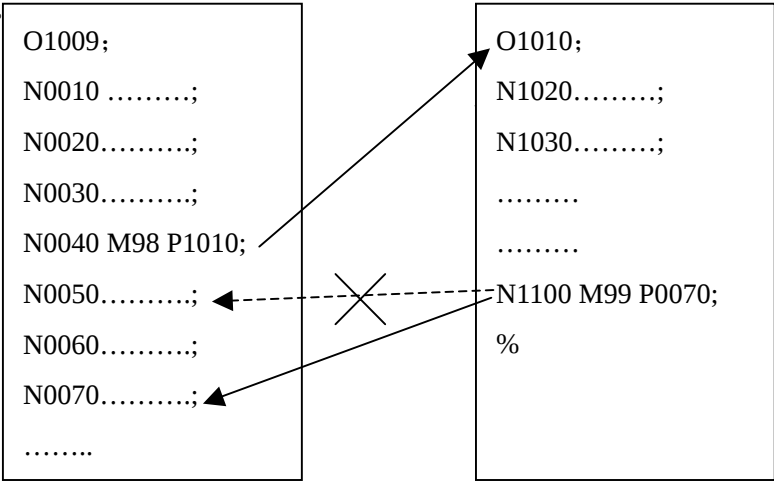
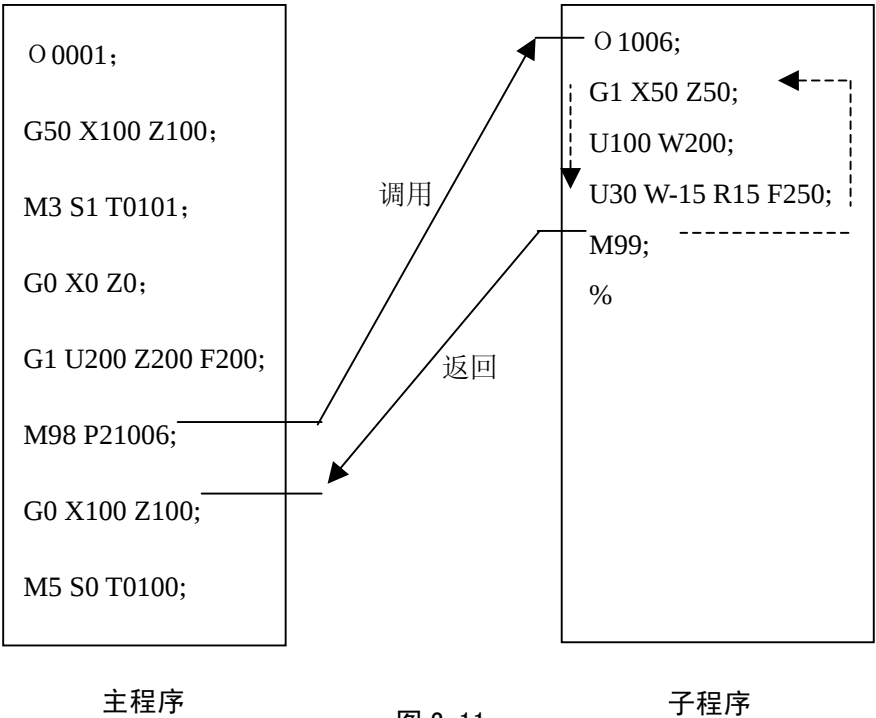

图 2-10
图 2-11
示例：图2-10表示了调用子程序（M99中有P指令字）的执行路径。图2-11表示M99中无P指令字调用及返回执行路径。
功能意义：刀具从当前位置以 F 指定的合成进给速度移动到 X (U)、Z (W) 指定的位置，轨迹为从当前点到指定点的连线。可通过操作面板的进给倍率按钮进行进给速度的 16 级修调。插补轨迹如图 2-11 所示。
- X (U)：X 向插补终点的绝对（相对）坐标；
- Z (W)：Z 向插补终点的绝对（相对）坐标；